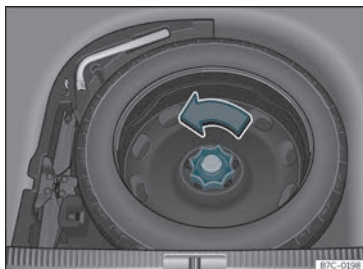

Fig. 213 Na bagageira: piso de carga levantado.
- Mova a roda no sentido contrário ao dos ponteiros do relógio»» Fig. 213.